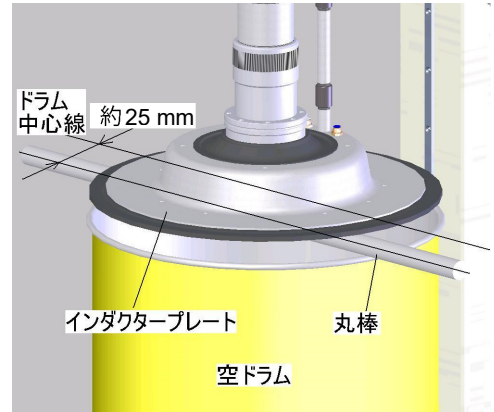

Fig.5.4
- 5) 用意した丸棒をドラムの中心より手前（約 25 mm）に橋渡しします。（Fig.5.4）